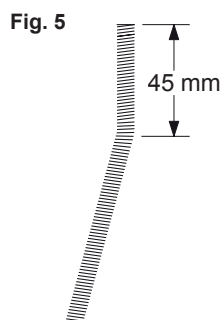

Fig. 5
- a) si la crémaillère est préinstallée à une cote supérieure à celle de la figure 1 ou s'il y a une stagnation d'eau, il peut être nécessaire de surélever la plaque de fondation ; dans ce cas, plier les barres à une cote de 45 mm comme le montre la figure 5